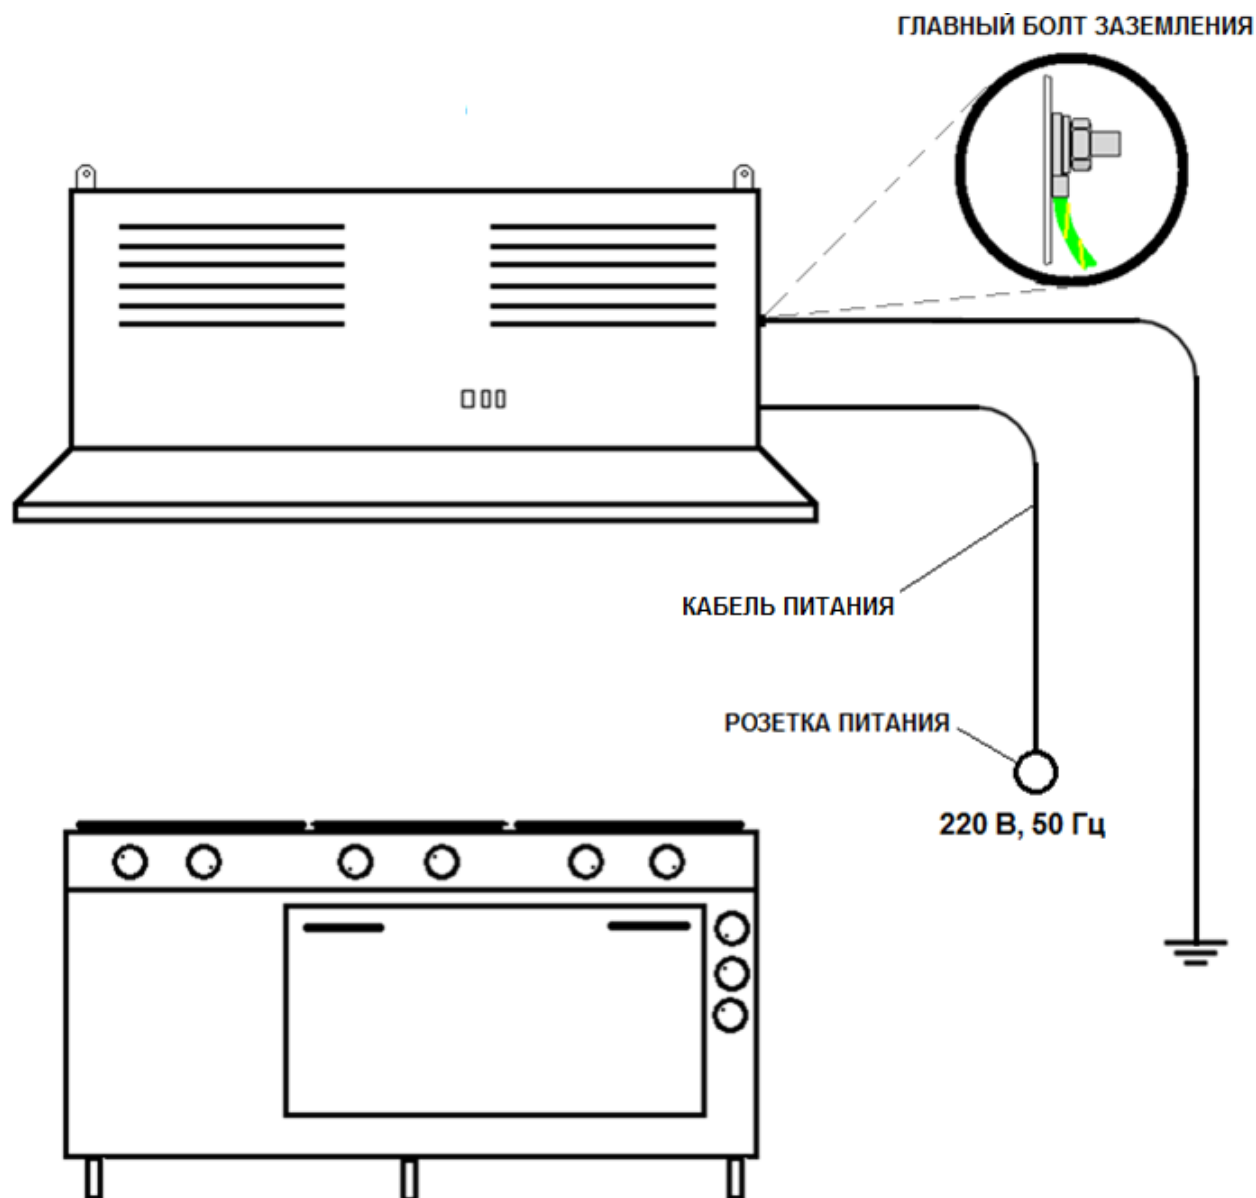

Рис. 3. Схема подключения «Ятаган «Recycle».
3. Заземление производить от общего контура заземления цеха (помещения) к главному болту заземления на корпусе Очистителя «Ятаган», обозначенного надписью «Главный болт заземления» Рис.3.